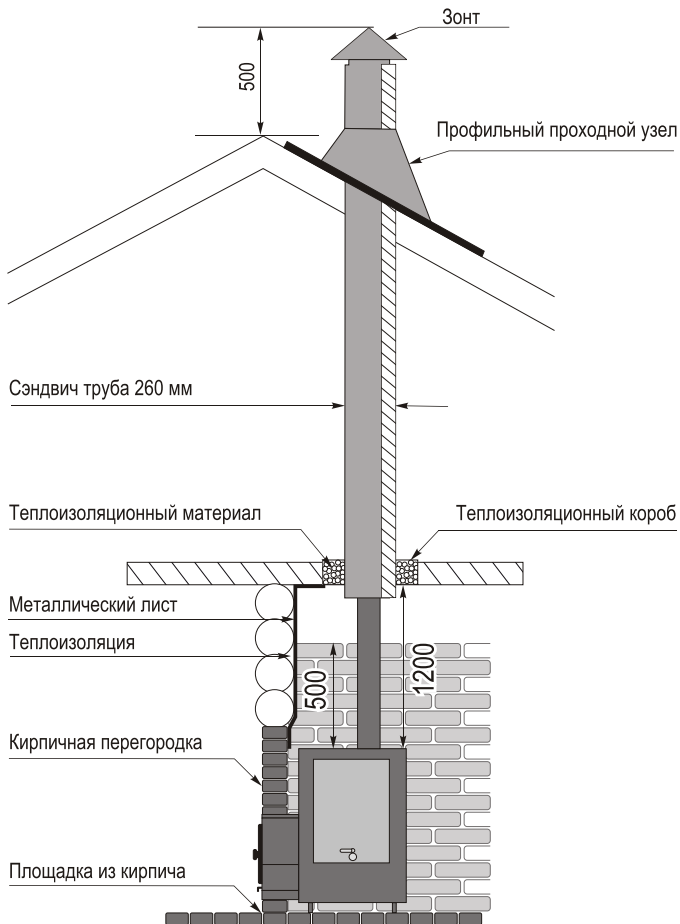

Рисунок 1. Схема установки печи с навесным баком (вид сбоку)
• Возвышение дымовой трубы над кровлей следует принимать (рис. 1):